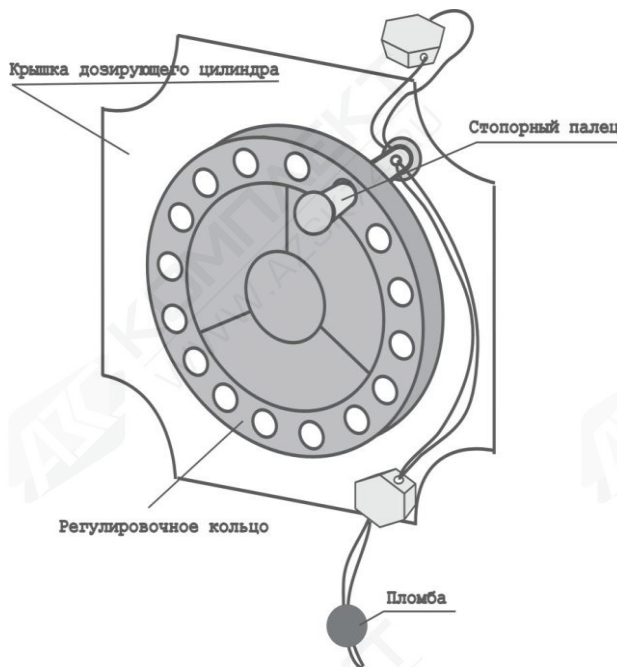

Рисунок 2.
5.2. Пломба с оттиском клейма поверителя устанавливается на дозаторе (объемомере) для фиксации регулировочного кольца, для чего предусмотрены специальные отверстия в стопорном пальце регулировочного кольца и болте крепления крышки дозирующего цилиндра (рис. 2).